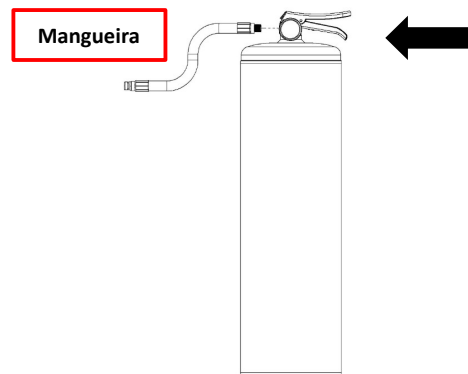

Figura 1: Desmontagem da mangueira
- ❖ Remova a mangueira de descarga manualmente (Figura 1);